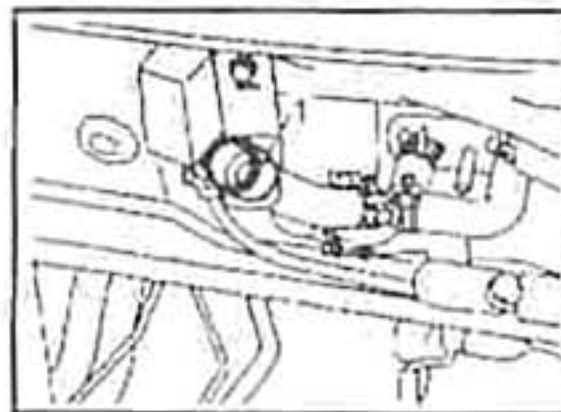

Рис. 124
бачок, наблюдая за выходом воздуха из крышки сброса воздуха заднего подогревателя. Когда выход пузырьков воздуха прекратится, закройте крышку сброса воздуха. Залейте жидкость в горловину переднего подогревателя (1) (рис. 124).